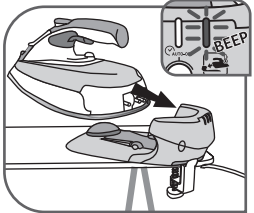

Fig. 14
- Indicatorul roșu luminează intermitent, însoțit de un semnal sonor (bip), dacă fierul este scos din suport timp de mai mult de 30 secunde: în acest moment trebuie să așezați fierul de călcat înapoi pe suport pentru a fi reîncărcat – **fig.14**.